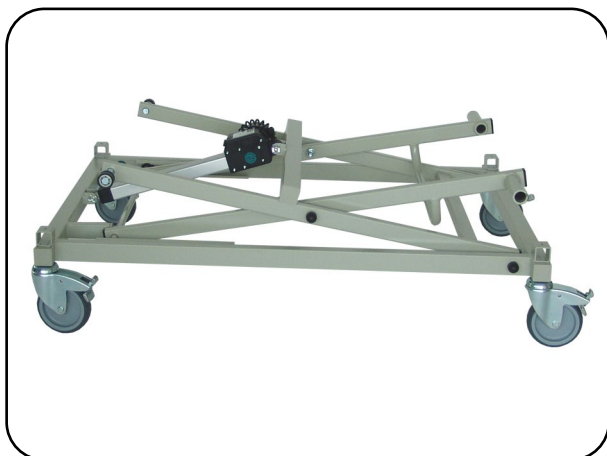

Abb. 6.1.01 – Scherenhub
1. Stellen Sie den Scherenhub mit den Rollen auf den Boden und stellen Sie die Rollen fest (siehe Kapitel Bedienung Abschnitt **Laufrollen**) (Abb. 6.1.01).